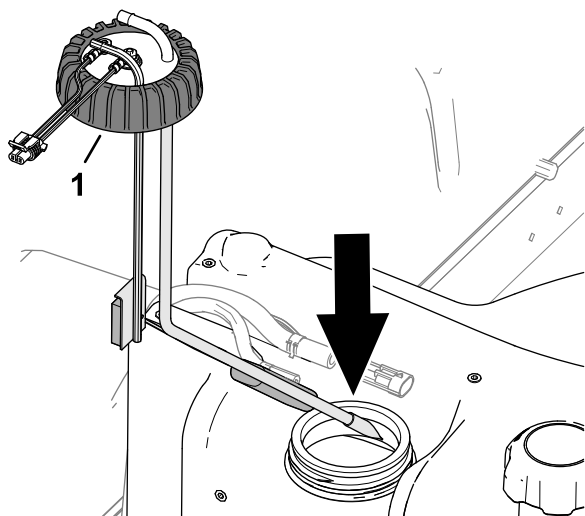

図 123
2. 燃料供給チューブとフロートを燃料タンク内部に注意深く取り付ける図 123。